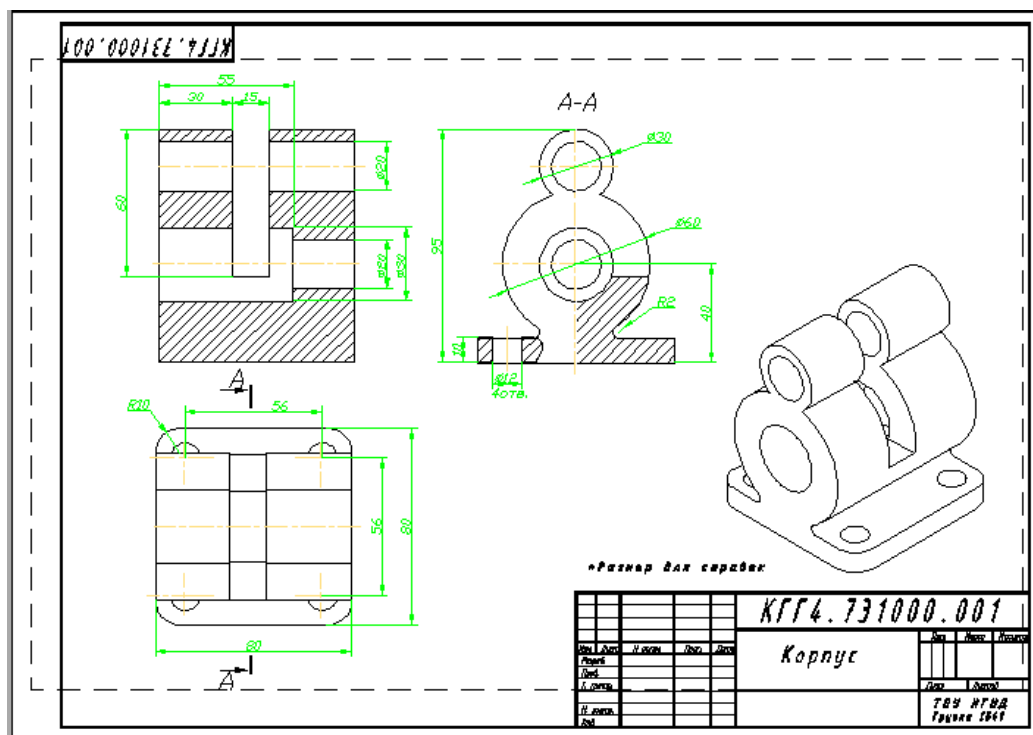

Рис. 3.31. Готовый чертеж
-  *На рис. 3.31. Приведен пример выполненной работы.*